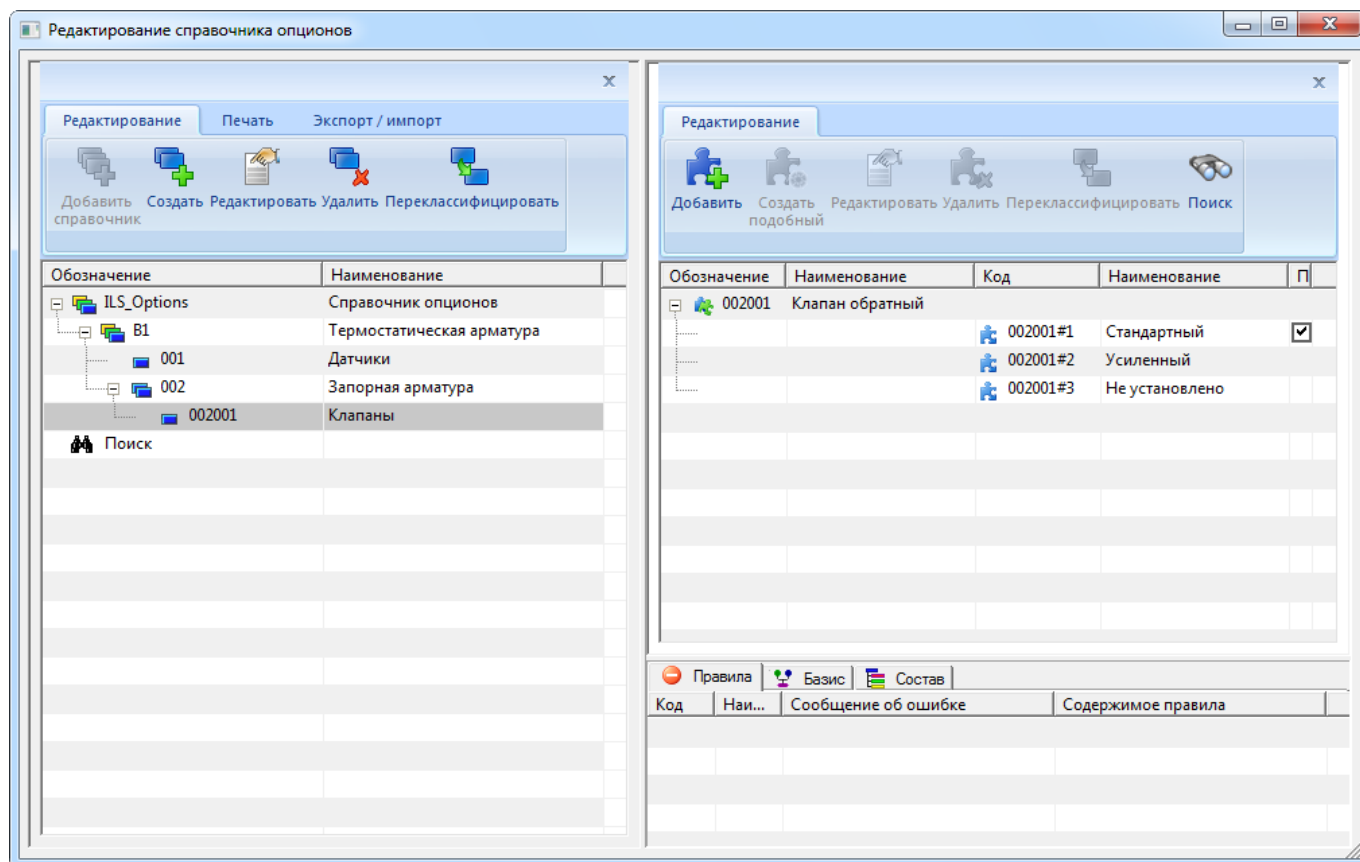

Рис. 10-150 – Параметры опциона в окне редактора справочника опционов
7) Ввести остальные значения опционов (рис. 10-150).